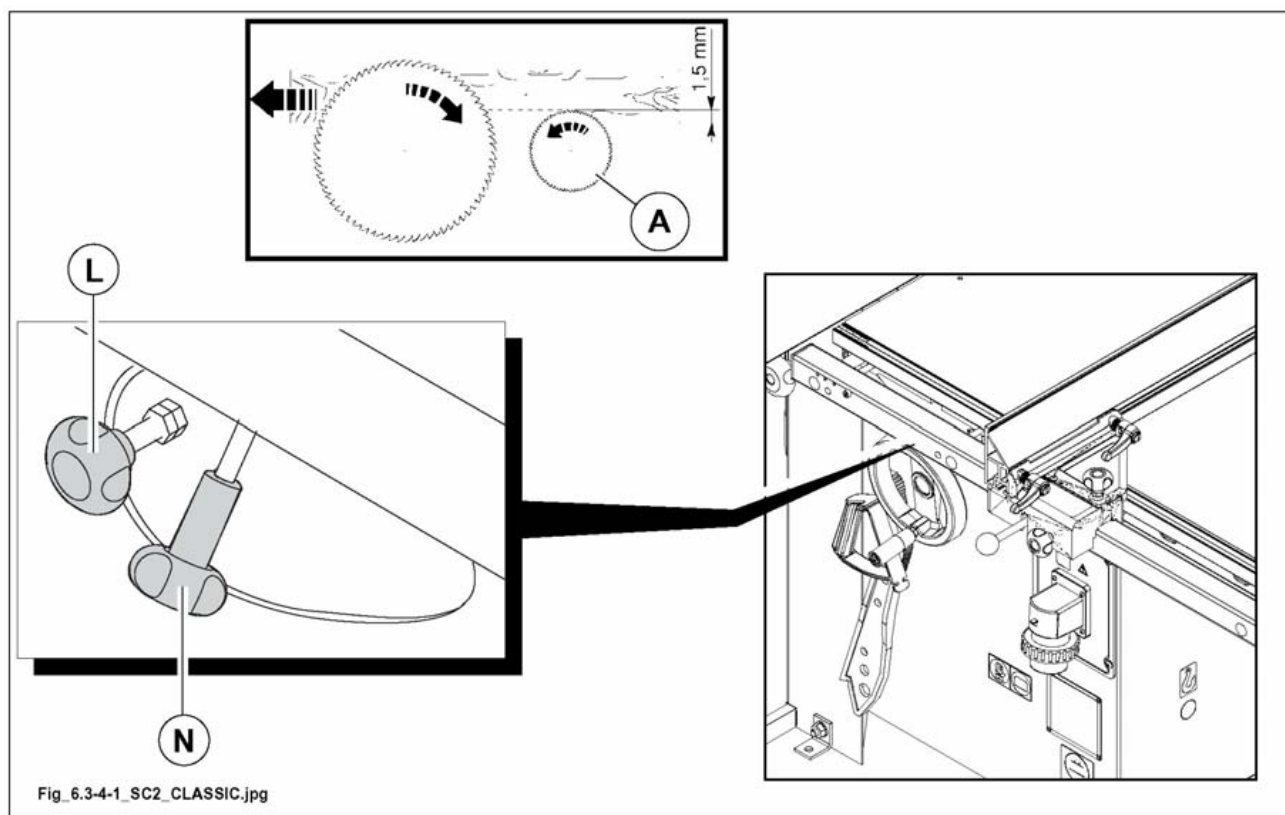

Fig. 6.3-4-1
vid skärning av belagda paneler måste man använda ritssågen (A fig. 6.3-4-1) för att undvika eventuellt splitter.
- justera ritssågen i höjdlid med hjälp av handvredet (L fig. 6.3-4-1).
- Justera ritssågens linjeinställning till sågen genom att vrida handvredet (N fig. 6.3-4-1).